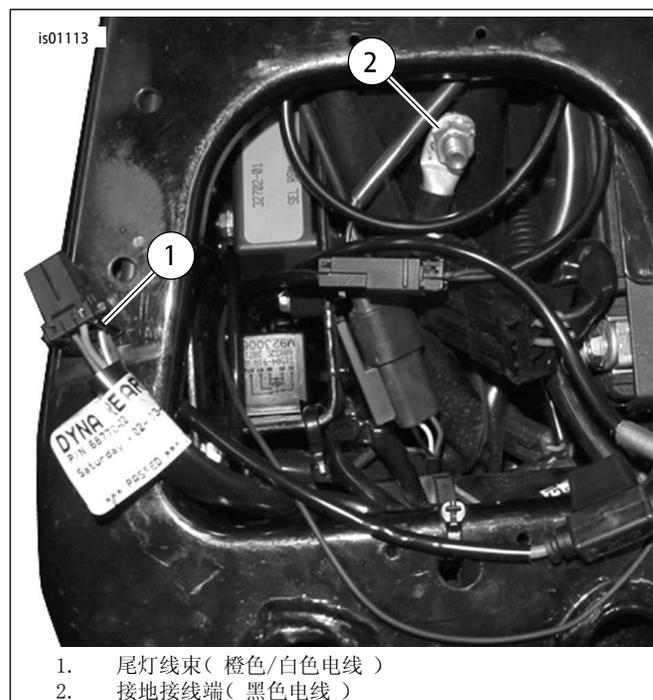

图1。电源和接地连接（戴纳车型）
3. 参见图1。将Zumo线束中的黑色电线切短以便方便地连接到接地位置，然后按照维修手册附录中的Packard卷曲工具说明将环形接线端卷曲到电线一端。
2. 参见图1。将电气侧盖内的主线束护套在容易够及的位置小心地切开,然后切断橙色/白色主线束电源线。